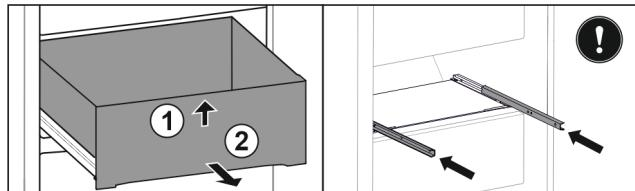

Fig. 51
- Повдигнете чекмеджето отпред. Fig. 51 (1)
- Извадете чекмеджето напред. Fig. 51 (2)